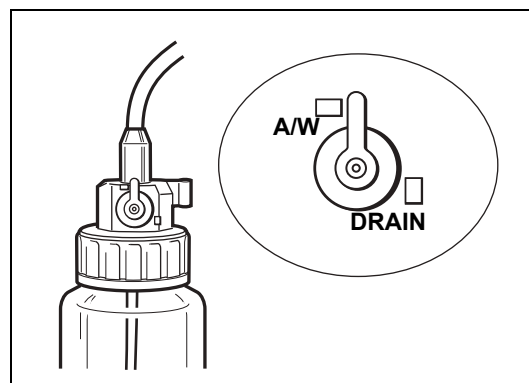

Figura 4.4
- 1 Puneți maneta pentru drenaj aer/apă în poziția A/W. (Consultați Figura 4.4.)